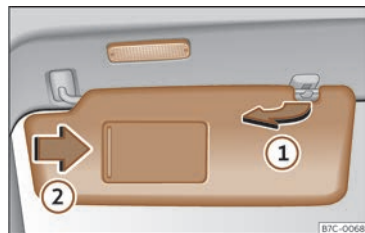

Fig. 95 Para-sol.
- El para-sol es pot extreure de la fixació i girar-lo cap a la porta»» fig. 95 ①